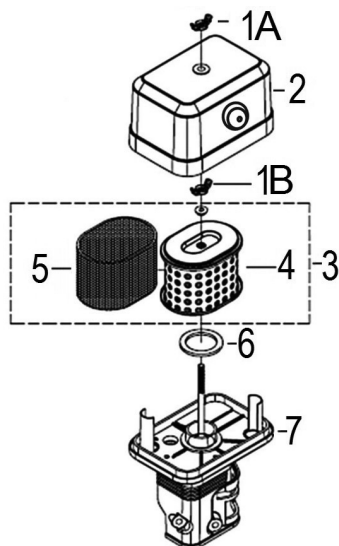

Рис. 21 Обслуживание воздушного фильтра
1. Открутите барашковую гайку 1А и снимите крышку 2 воздушного фильтра (Рис. 21).
2. Открутите барашковую гайку 1В и снимите воздушный фильтр 3 в сборе (Рис. 21).
3. Проверьте целостность и чистоту фильтрующих элементов. Поролоновый (предварительный) фильтрующий элемент 5 установлен на корпусе бумажного фильтрующего элемента 4 (Рис. 21).
5. Произведите очистку основания 7 и крышки 2 воздушного фильтра, не допуская попадания пыли и грязи в воздуховод, ведущий к карбюратору (Рис. 21).
7. Перед установкой воздушного фильтра убедитесь, что уплотнительное кольцо 6 воздушного фильтра находится на месте и не имеет повреждений (Рис. 21).